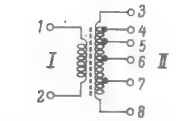

Bild 11. Schema der Spule 1 für das Quarzfilter
1. *Bandbreite 3 kHz:* Schalterstellung ± 3000 Hz¹⁾. Der Quarz wird gegen den Ersatzkondensator ausgetauscht. Mit Hilfe der in dieser Schalterstellung wirksamen beiden Trimmer links und rechts oberhalb des Quarzes in Bild 3 wird auf Maximum und mit dem Neutralisations-trimmer am Spulenschluß 8 (vgl. Bild 11) auf scharfes Minimum abgeglichen. Der Trimmvorgang wird so lange wiederholt, bis keine Änderungen am Ausschlag des Röhrenvoltmeters auftreten. Dann wird dieser Vorgang beim zweiten Filter in gleicher Reihenfolge durchgeführt.
Spule 1 (Bild 11): Die Spule muß im Becher auf 124 μ H abgeglichen werden, wobei zwischen Punkt 3 und Punkt 7 gemessen wird.